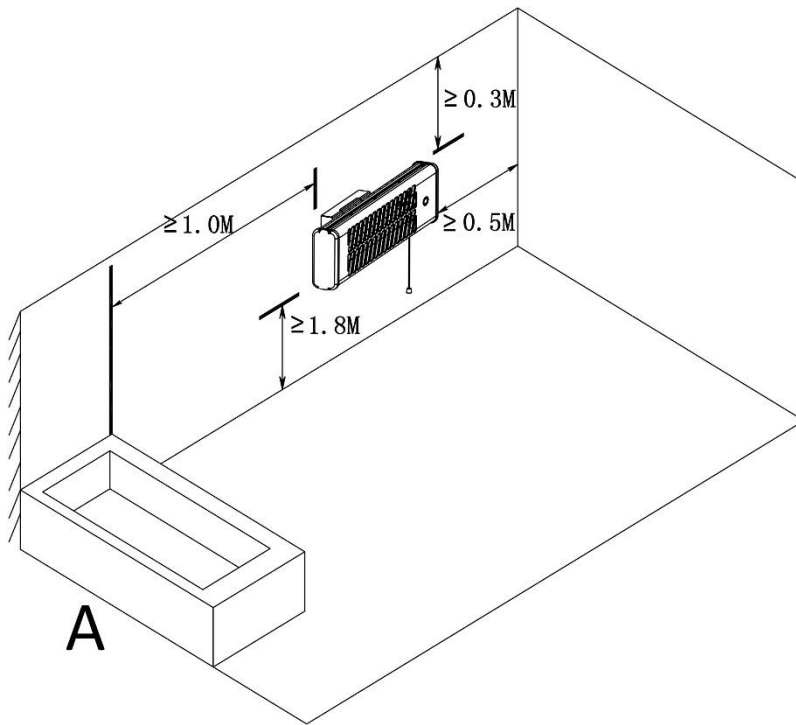
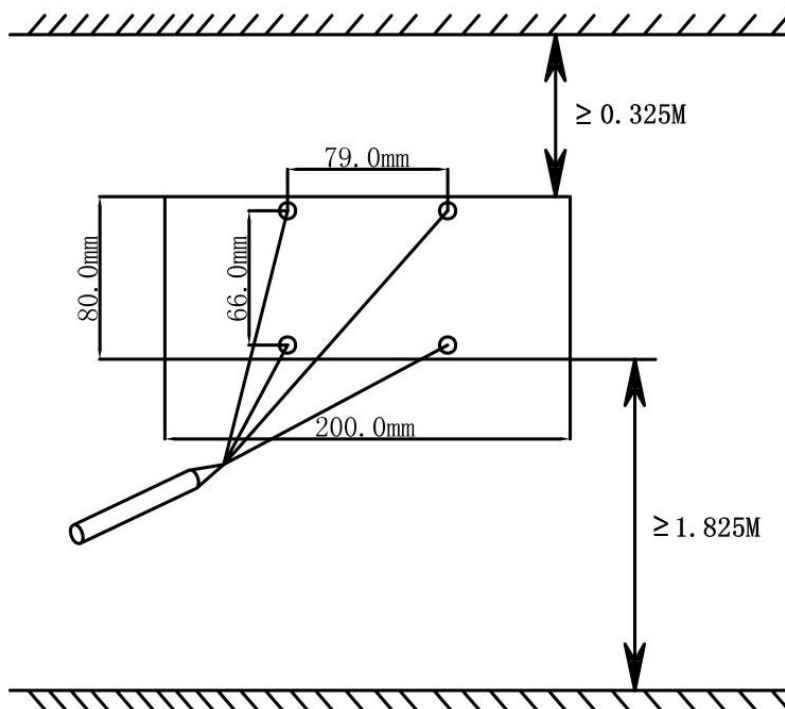

Abb. 3
Abb. 4
20. Halten Sie, wie in Abbildung 3 dargestellt, sichere Abstände gemäß europäischer Normen und nationaler Richtlinien ein.
2. Der Quarz-Heizstrahler darf nur in waagerechter Position montiert werden. Nicht an der Zimmerdecke oder senkrecht anbringen. Beachten Sie bei der Montage die Mindestabstände, wie in Abb. 3 angegeben. Der Heizstrahler muss mindestens 1.800 mm über dem Boden, mit einem Mindestabstand von 300 mm zur Zimmerdecke und von 500 mm zu den Seitenwänden montiert werden.
- Suchen Sie eine geeignete Stelle, an der die Schnur des Zugschalters jederzeit gut zugänglich ist. Beachten Sie dabei stets die in Abb. 3 angegebenen Sicherheitsabstände. Markieren Sie die Bohrlöcher für die Montage an der Stelle auf der Wand, an der Sie den Heizstrahler befestigen wollen. Verwenden Sie die Maße in Abb. 4 als Referenz. Machen Sie ein Kreuz in der Mitte des Lochs, um ein präziseres Bohrerergebnis zu erzielen. (Siehe Abb. 4)